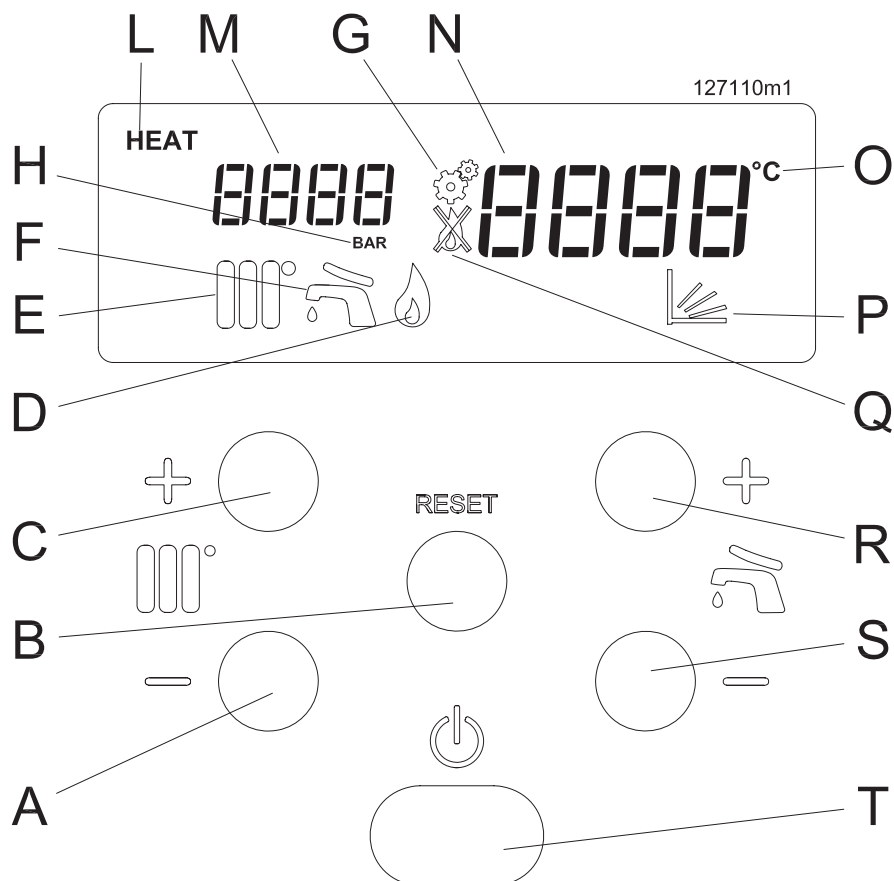

Figura 7-1 - Quadro comandi
Legenda Figura 7-1
Se la pressione all'interno del circuito del riscaldamento scende al di sotto di 0,8 bar, il visore "N" di figura 7-1,
- 3.- controllare la pressione sul visore "M" di Figura 7-1, deve raggiungere la pressione di 1,3 - 1,5 bar (l'indicazione **F ILL** scompare superati 1,1 bar);
La regolazione della temperatura dell'acqua calda sanitaria si esegue agendo sui tasti  + e . Premuto uno dei due tasti, il visore "N" di figura 7-1, comincia a lampeggiare e a mostrare la temperatura che si sta impostando. Il campo di regolazione entro il quale si può regolare la temperatura del sanitario va da 40°C a 60°C oppure da 40°C a 70°C nel caso di presenza di un bollitore.
Tenendo premuto il tasto  anche sotto 40°C, comparirà la scritta **OFF** ad indicare lo spegnimento del servizio sanitario, evidenziato anche dallo spegnimento dell'icona "F" di cui in figura 7-1.